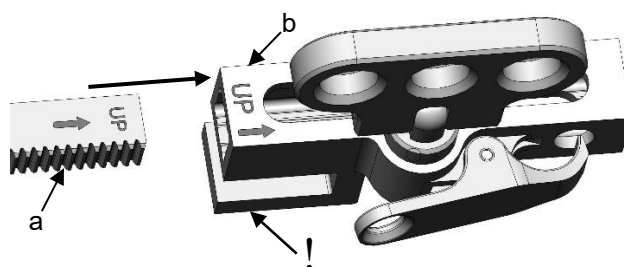

Abb. 7
**Wichtig:** Der Schlitten (b) ist so auszurichten, dass sein U-Profil zum Situs hin offen ist (Abb. 7).